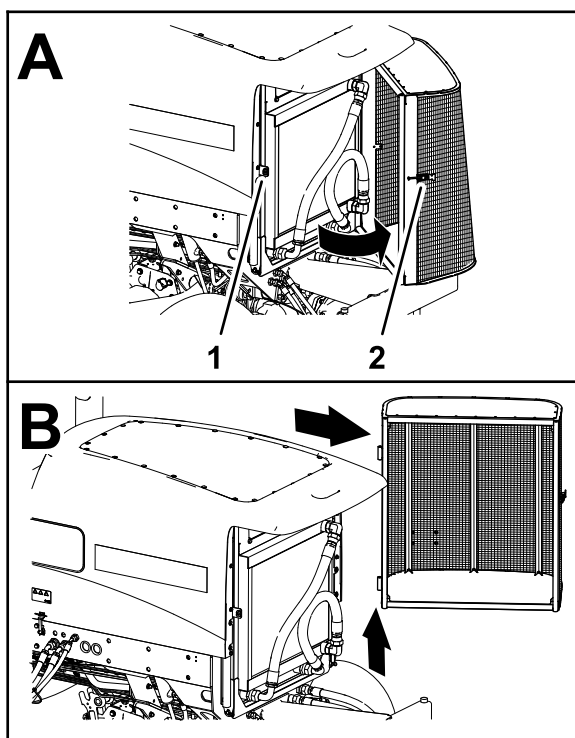

Figura 156
2. Deblocați i deschideți ecranul spate (Figura 156).